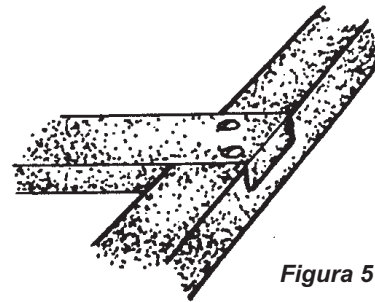

Figura 5
- Por último, pon pegamento a las superficies a unir y clava o atornilla el ensamble (figura 5).